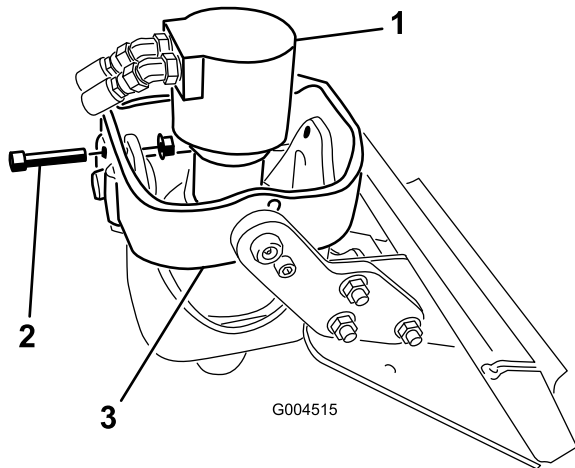

Figura 4
1. Se state montando una trivella su una testata motrice modello 22806, posizionate la testata motrice in senso verticale, fate scorrere un bullone (1/2 x 2-1/2 poll.) nei fori dei bracci della base anteriori e fissatelo senza stringere con un dado flangiato (1/2 poll.) (Figura 4).